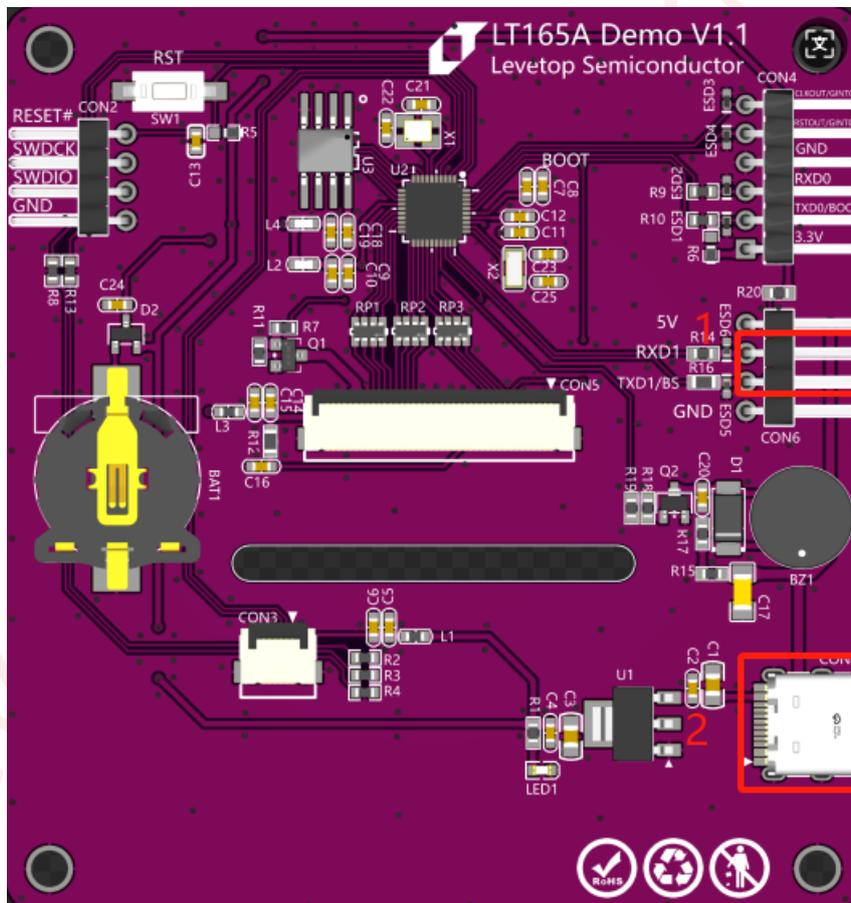
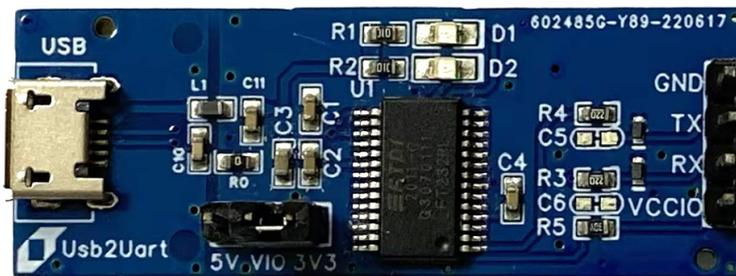

图 12-4: 串口通信模式设置
图 12-5: USB 转 TTL 模块
2、连接好串口：将图 12-4 1 处的串口 1 与图 12-5 的 USB 转 TTL 模块连接好，使用图 12-4 2 处的 CON1 给板子供电。